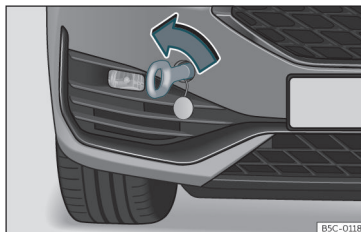

Abb. 44 Stoßfänger vorn rechts: eingeschraubte Abschleppöse.
- Drehen Sie die Abschleppöse **entgegen dem Uhrzeigersinn** in die Aufnahme bis zum Anschlag»» **Abb. 44** »» ❶. Verwenden Sie ein geeignetes Hilfsmittel, um die Abschleppöse festzuziehen.